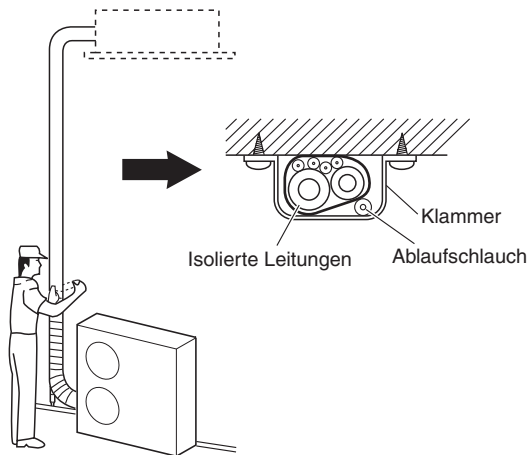

Abb. 5-10
- (1) Die Kühlmittelleitungen (und die elektrischen Kabel, falls die örtlichen Vorschriften dies erlauben) sollten mit Bewehrungsband in einem Bündel zusammengelegt werden. Um zu verhindern, dass durch Kondensationsbildung die Ablaufwanne überläuft, muss der Ablaufschlauch von der Kühlmittelleitung getrennt verlegt werden.
- (2) Das Bewehrungsband von der Unterseite des Außengeräts bis zum Ende der Leitung am Eingang zur Wand anbringen. Beim Umwickeln das Band jeweils um eine halbe Bandbreite überlappen.
- (3) Die gebündelten Leitungen an der Wand befestigen, wobei im Abstand von ungefähr einem Meter jeweils eine Halterung zu verwenden ist. (Abb. 5-10)